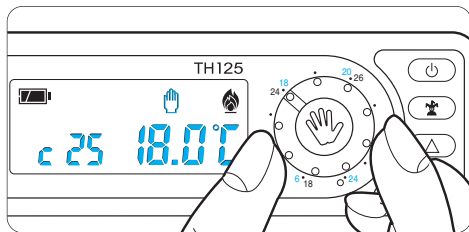

Fig. 30
9.4 - Selezionare il funzionamento MANUALE ed impostare la temperatura desiderata tramite la manopola (fig. 30).